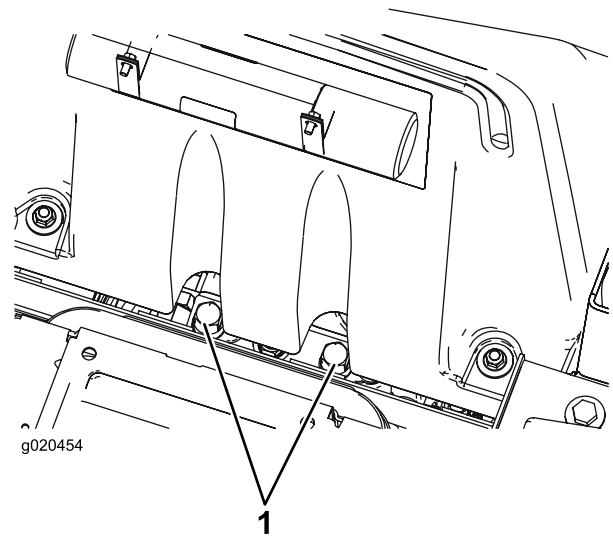

Figura 54
1. Levante el asiento y localice las válvulas de desvío, que están situadas debajo de la parte delantera del depósito de combustible (Figura 54).